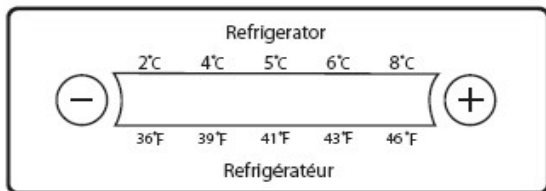

Fig.6.
- 5) Retirez les pièces de la charnière inférieure comme le montre l'illustration de la charnière inférieure. **Figure 6**
- Un écran d'affichage numérique de la température se trouve dans le compartiment des aliments frais (voir l'illustration à gauche Fig.6.). Les chiffres de la ligne supérieure sont en degrés Celsius, tandis que ceux de la ligne inférieure sont en degrés Fahrenheit.